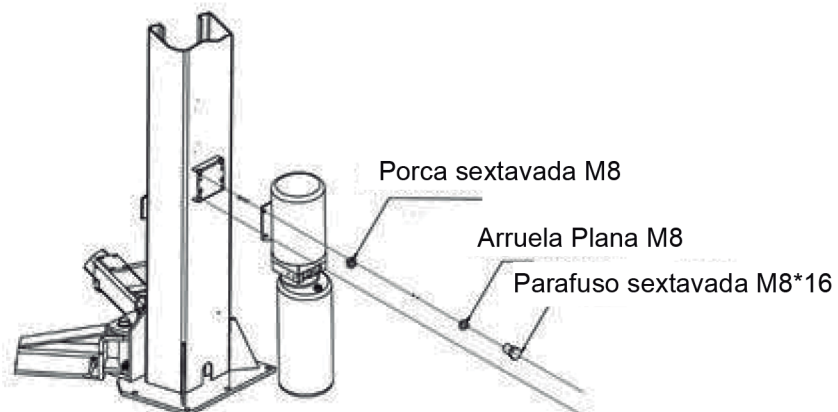

Fig. 8
Passo 7: Monte a unidade de força na coluna do lado da energia. (Fig 8)